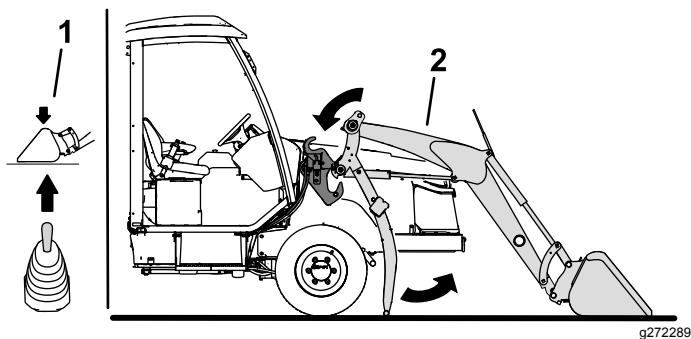

図 53
- エンジンを始動し、ローダのジョイスティックを操作してアームをフレームマウントに入れる 図 53。